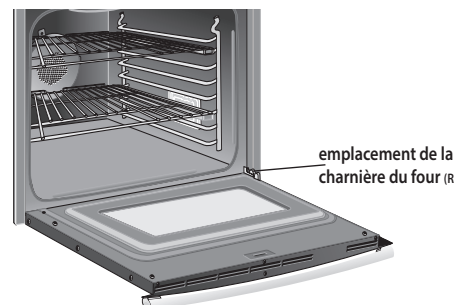

Figure 37: Emplacements des charnières de la porte du four
1. Ouvrez complètement la porte du four (Figure 37).
3. Ouvrez complètement la porte du four. (Figure 37).